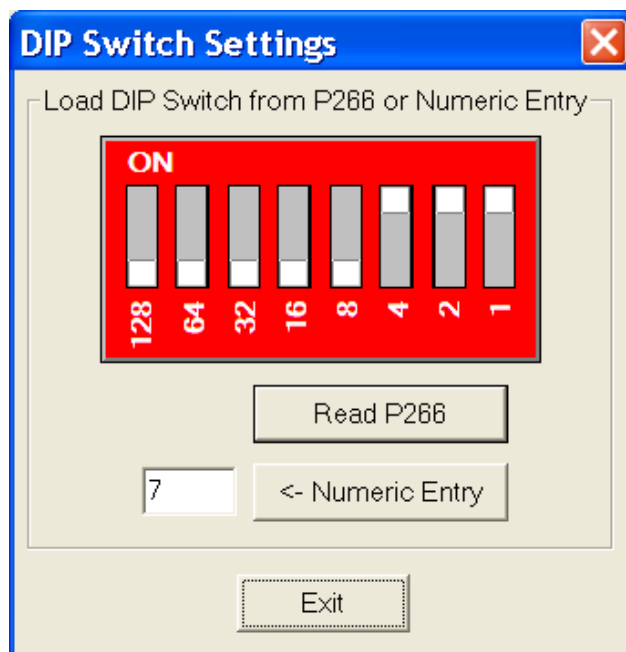

Figura 92: Schermata DIP Viewer (Visualizzazione DIP)
- **Read P266** (Leggi P266): Facendo clic su questo pulsante, P266 Utility legge il DIP switch del dispositivo P266 Speed Control al quale è connessa. Se la lettura avviene correttamente, la grafica del DIP switch viene aggiornata per corrispondere al valore del controllo di velocità e il campo di immissione numerico contiene l'equivalente decimale del DIP switch attuale sul controllo di velocità. Nell'esempio mostrato nella Figura 92, il DIP switch sul dispositivo P266 Speed Control è impostato sul valore 7.